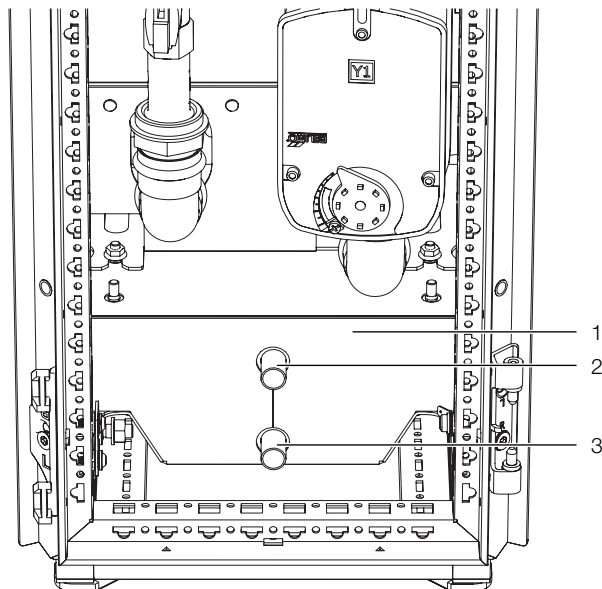

Fig. 87 : dispositifs d'évacuation de l'eau de condensation
Les éventuels condensats sont collectés dans le bac prévu à cet effet (fig. 87, pos. 1) dans le module hydraulique du Liquid Cooling Package.
Le Liquid Cooling Package est, de plus, équipé d'un dispositif d'évacuation des condensats (fig. 87, pos. 2 et 3) qui permet d'évacuer du Liquid Cooling Package les condensats formés.